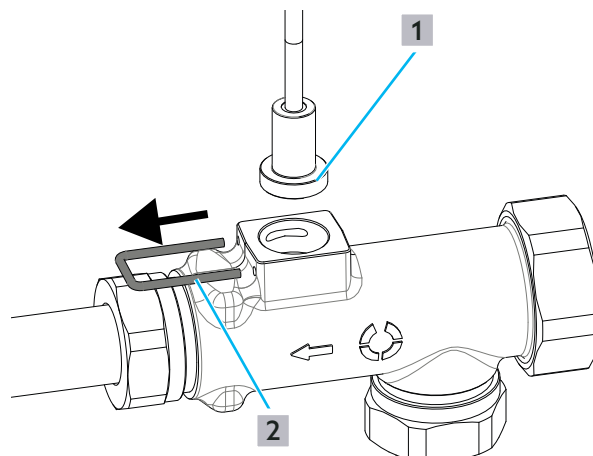

Abb. 21: Sicherungsklammer lösen
- 4 Lösen Sie die Sicherungsklammer (siehe Abb. 21 auf Seite 30 (2)) am Volumenstromsensor (1).